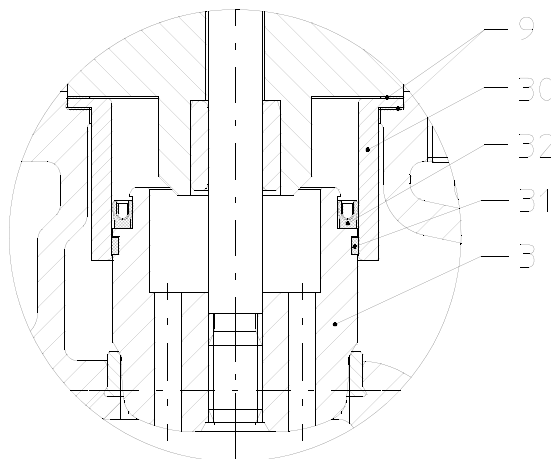

рис. 14: Разгруженный по давлению конус.
- Установить новое поршневое уплотнительное кольцо и обратить внимание на правильное положение установки (см. рис. 14).